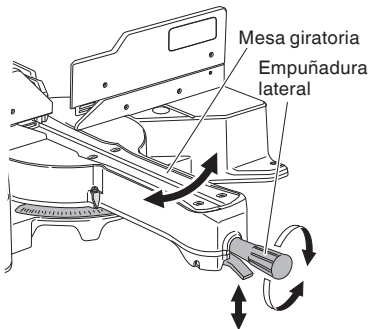

Fig. 34
- (1) Gire la mesa giratoria hasta el ángulo de ingletes que necesite.
- (2) Una vez ajustada al ángulo deseado, apriete la empuñadura lateral. (Fig. 34)